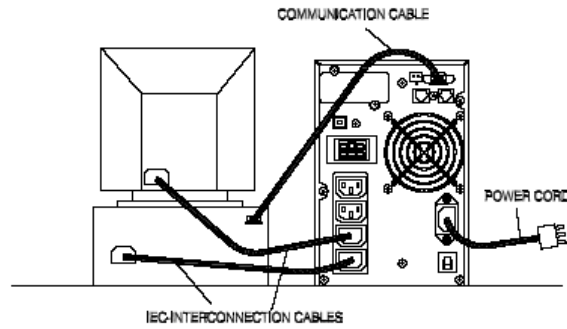

Abb. 3 Beispiel der Installation der „Plug and Play“ USV- Anlage.
- Nach dem Laden, verbinden Sie die Verbraucher bitte mit der USV (siehe Abb. 3).